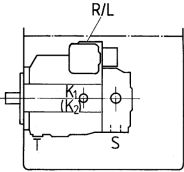

图 3
a) 当油箱的最低液面和泵的上端同高或更高或，泄油口和《S》口可开放（见图 3）。